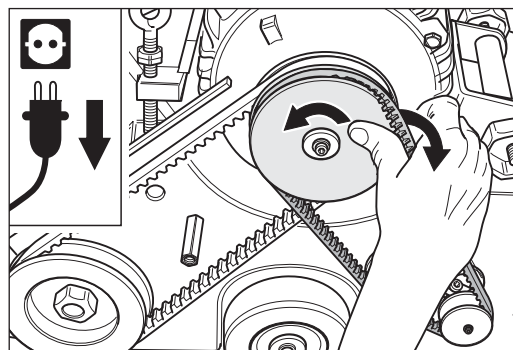

Abb. 44 Den Keilriemen für den Ventilator abnehmen.
- 7 Drehen Sie die Motorriemenscheibe und lassen Sie gleichzeitig den Keilriemen für den Ventilator von der Motorriemenscheibe laufen (Abb. 44).